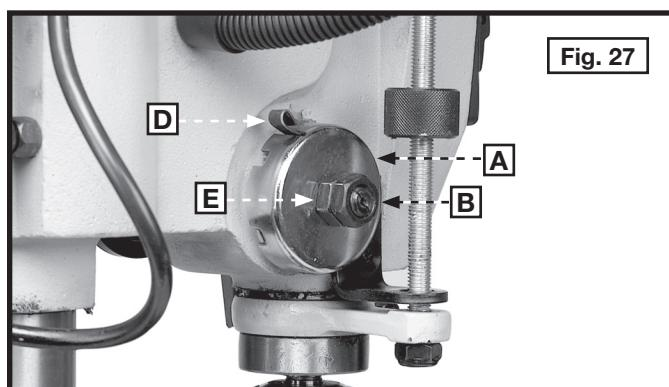

Fig. 27
1. Desserrer les écrous (B) et (E), fig. 27. S'assurer que l'enveloppe du ressort (A) demeure enclenchée dans le boîtier de la tête.
2. Tout en **MAINTENANT SOLIDEMENT** l'enveloppe du ressort (A), fig. 27, retirer l'enveloppe et la tourner jusqu'à ce que la protubérance (D) s'engage dans la prochaine encoche de l'enveloppe. Tourner l'enveloppe en sens antihoraire pour augmenter la tension du ressort ou en sens horaire pour la réduire. Tourner l'écrou (E) jusqu'à ce qu'il touche l'enveloppe du ressort (A), puis ramener l'écrou (E) d'un quart de tour à partir de l'enveloppe du ressort (A). Serrer l'écrou (B) contre l'écrou (E) pour maintenir l'enveloppe en position.